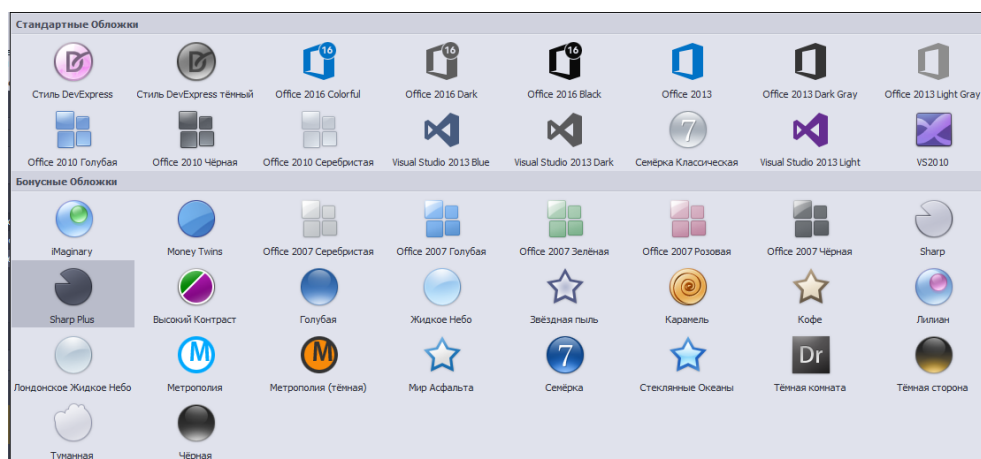

Рисунок 6. Меню вкладки «Стили»
- ✓ Стили - содержит инструменты, позволяющие настроить внешний вид программы. Вы можете скрыть или отобразить различные элементы ее интерфейса (рис. 6)